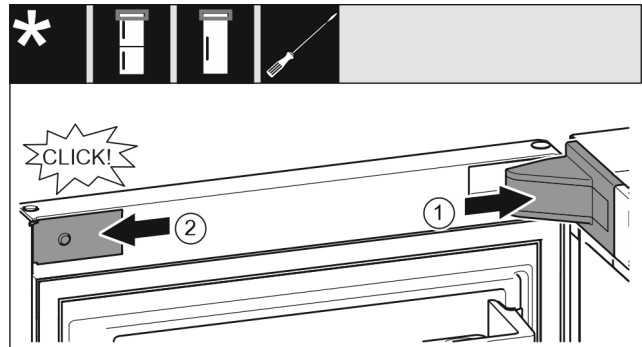

Fig. 20
- ▶ Vendosni kapakun mbulues të bazamentit mbështetës dhe mbërthejini në vend, duke i ndarë nga njëri-tjetri nëse nevojitet. Fig. 20 (1)
- ▶ Vendosni panelin mbulues anash dhe mbërthejini në vend. Fig. 20 (2)